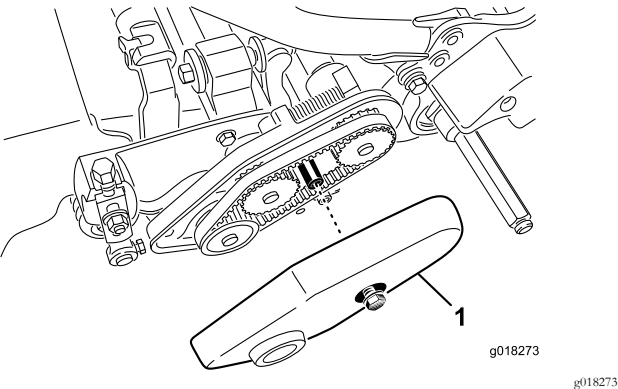

图47
- 2. 松开固定皮带罩的凸缘螺栓取下皮带罩露出皮带图47。